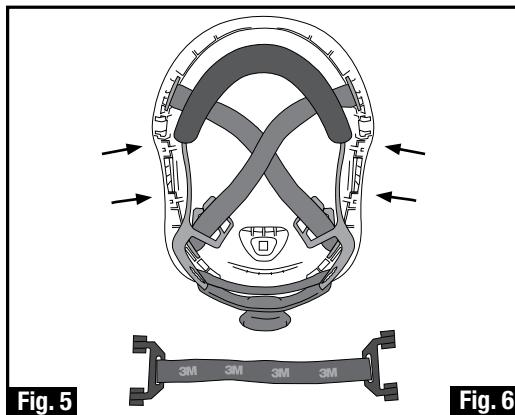

Fig. 5
- Locate 6-point strap attachment slots on helmet shell. (Figure 5)
- Localisez l'attaché de la sangle à 6 points sur la coque du casque protecteur. (Figure 5)